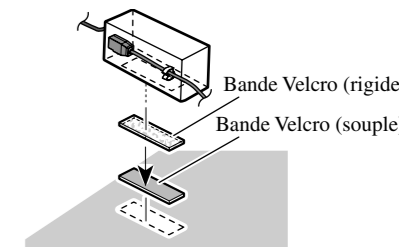

Fig. 9
- Pour installer la boîte de raccordement de câble à fibres optiques au moyen de la bande Velcro. (Fig. 9)